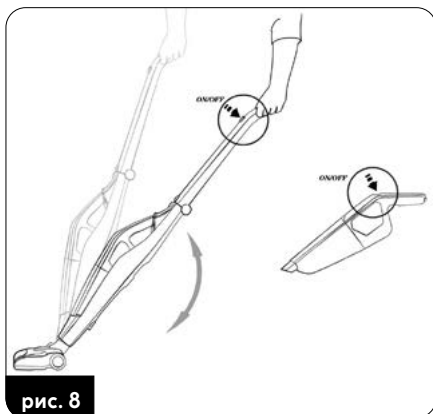

рис. 8
2. Запустите пылесос кнопкой (6) непосредственно на пылесосе или кнопкой (1) на главном держателе (рис.8). Работа кнопок не зависит друг от друга, пока пылесос находится в главном держателе.
4. Вместе с пылесосом запускается электрическая щетка (15) со светодиодами (16), освещающими очищаемую поверхность.